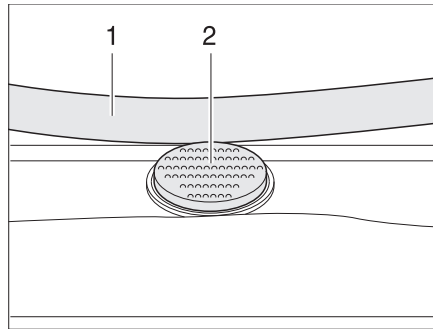

Bild 81 Sicherungsknopf an der Heki-Dachhaube
- Den Sicherungsknopf (Bild 81,2) drücken und den Bügel (Bild 81,1) mit beiden Händen nach unten ziehen.
- Den Bügel mit beiden Händen nach oben drücken, bis der Bügel oberhalb des Sicherungsknopfes (Bild 81,2) liegt.